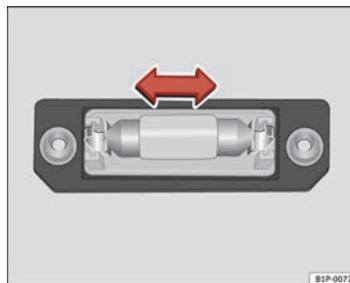

Abb. 226 Kennzeichen-
- Nehmen Sie die Glühlampe in Pfeilrichtung heraus ⇒ Abb. 226.